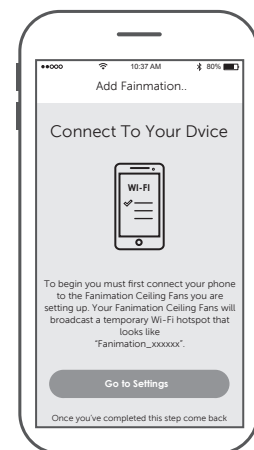

Figura 2
- ☐ 2. En este paso, el receptor WiFi de su ventilador de techo debe estar instalado y dentro del rango de su router WiFi. Con la App abierta, seleccione “añadir dispositivo”. (Figura 2)